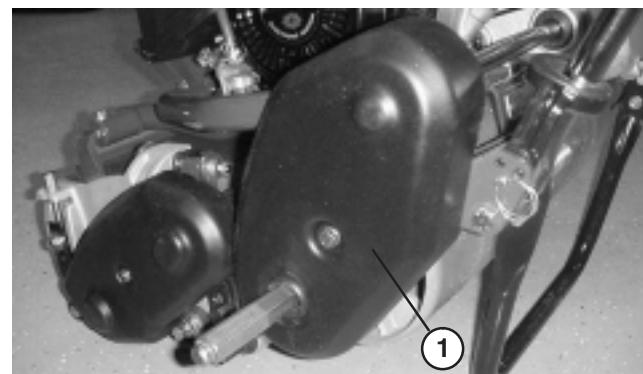

Bild 44
1. Nehmen Sie die Befestigungsschrauben der Riemenabdeckung und die Riemenabdeckung ab, um den Riemen zugänglich zu machen (Bild 44).